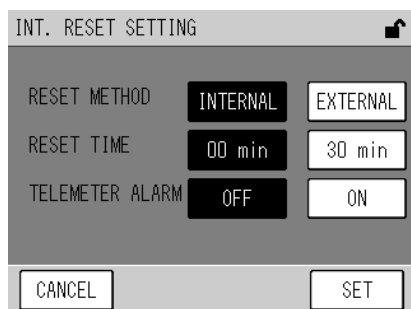

Fig. 68 INT. RESET SETTING Fenster
- [INT. RESET]: Öffnet das Fenster UNIT CONVERSION FACTOR (Fig. 68 auf Seite 55).